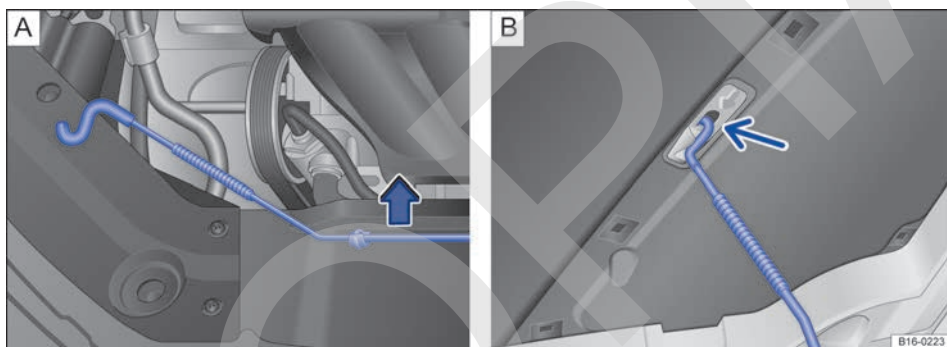

Fig. 208 **A** En el vano motor: soporte de la varilla de sujeción del capó. **B** Capó del motor levantado.
- Retire la varilla de sujeción de su soporte en el sentido de la flecha → fig. 208 **A** e introdúzcala en el orificio del capó del motor → fig. 208 **B** (flecha).
- Desenganche la varilla de sujeción del capó y encástrela en el soporte situado en la chapa portacierre → fig. 208 **A**.